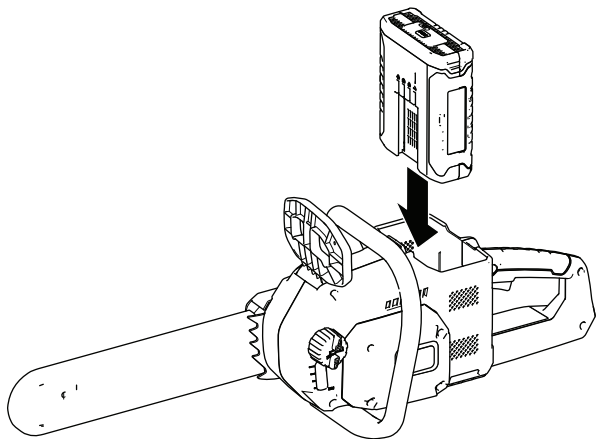

Bild 25
2. Fluchten Sie die Zunge des Akkupacks mit dem Akkupackfach in der Kettensäge aus \(Bild 25\).